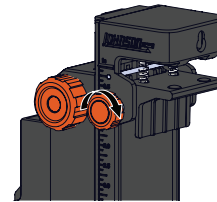

Figure 1 / Figure 1 / Figura 1
1. To attach the track mount accessory to a track, turn the track clamp knob to open the track clamp opening. See figure 1.
2. To attach the track mount accessory to a track, turn the track clamp knob to open the track clamp opening. See figure 1.
1. Pour fixer l'accessoire de montage sur rail à un rail, tournez le bouton de serrage du rail pour ouvrir le système de serrage du rail. Voir figure 1.
2. Pour fixer l'accessoire de montage sur rail à un rail, tournez le bouton de serrage du rail pour ouvrir le système de serrage du rail. Voir figure 1.